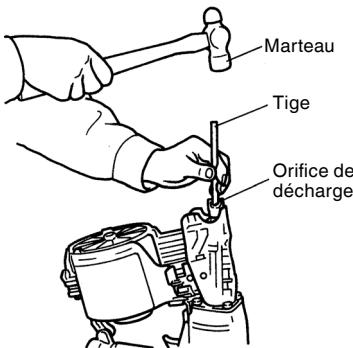

Fig. 18
- (1) Enlevez le rouleau du magasin, ouvrez le guide d' entraînement et introduisez une tige dans l'orifice de décharge. Tapez ensuite la tige à l'aide d'un marteau. (Fig. 18)